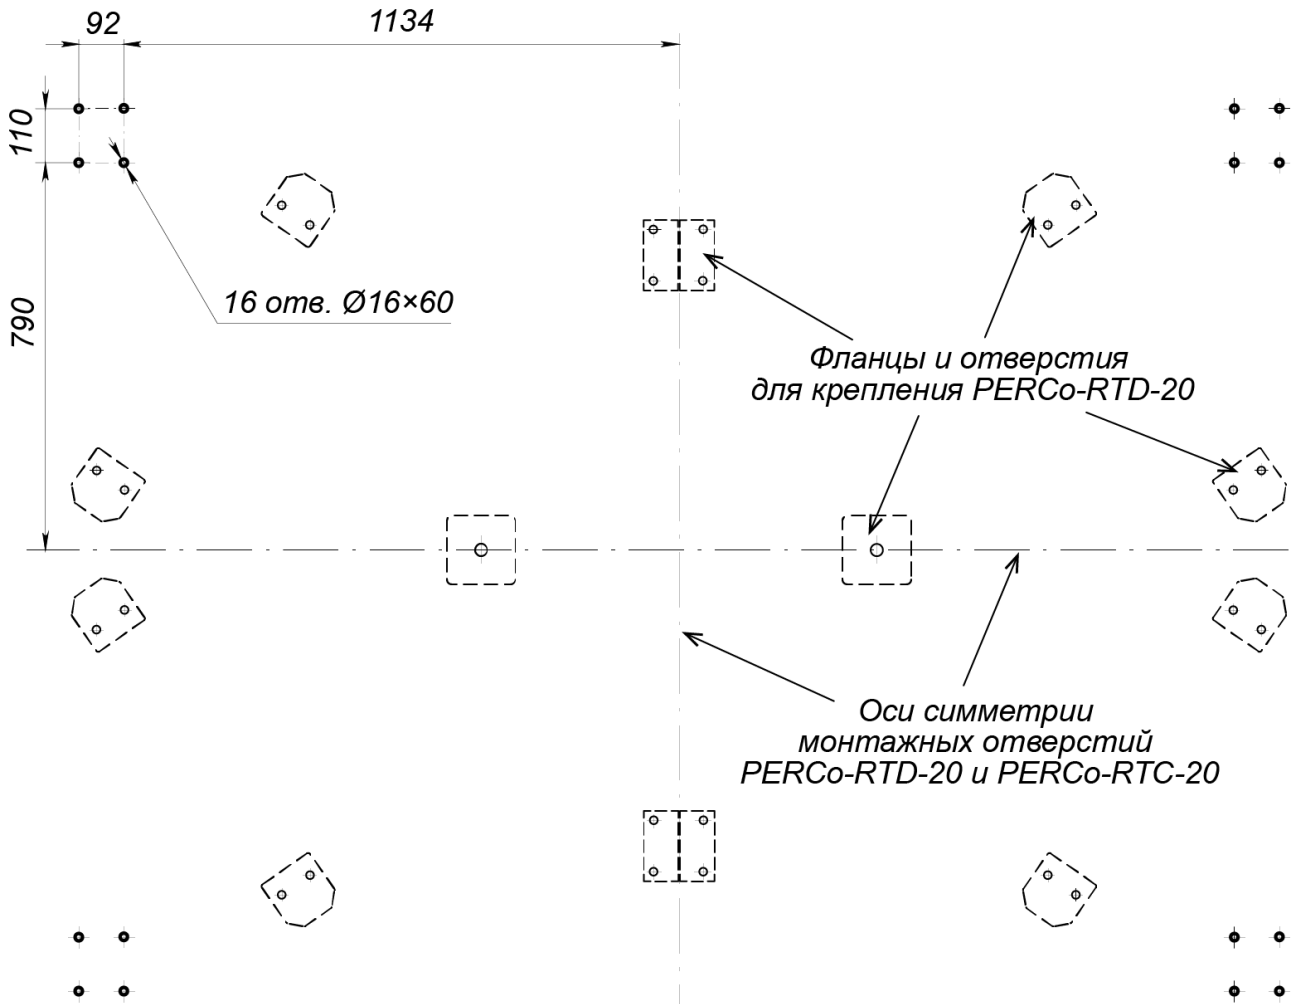

Рисунок 3. Схема разметки отверстий для установки крыши **PERCo-RTC-20**:
2. Выполните на установочной поверхности разметку отверстий для монтажа четырех стоек крыши в соответствии с рис. 3. Разметку отверстий для монтажа крыши рекомендуется выполнять одновременно с разметкой отверстий для монтажа турникета. Оси симметрии монтажных отверстий турникета и крыши совпадают (см. рис. 3).